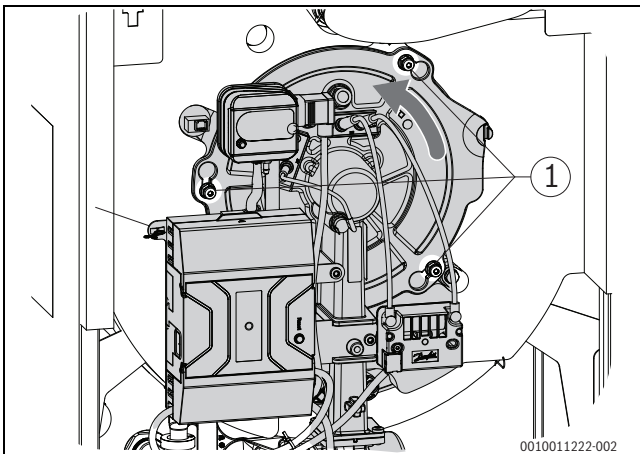

Bild 8 Befestigungsmuttern lösen
- Drei Befestigungsmuttern (→Bild 8, [1]) lösen.